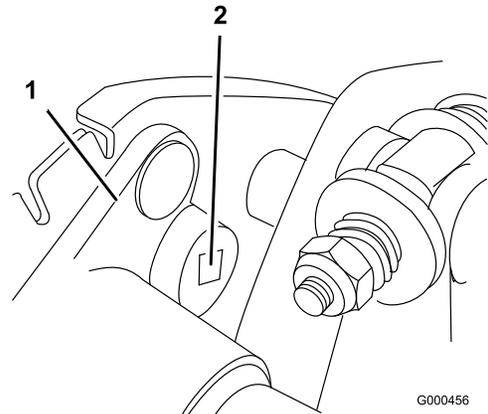

図 40
- B. 3/8インチのトルクレンチでベアリング・ハウジングを $0.4 \sim 0.46$  kg.mのトルクで回転させてベルトを張る (図 40)。